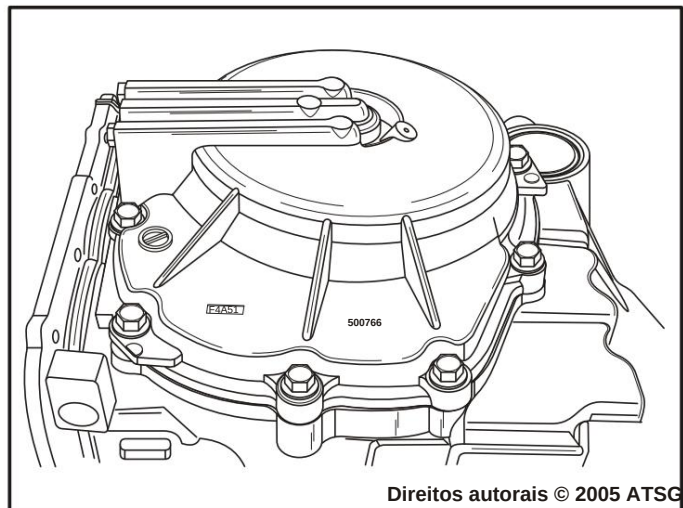

Figura 43
34. Gire a transmissão no banco para que a tampa traseira fique voltado para cima, conforme mostrado na Figura 43.